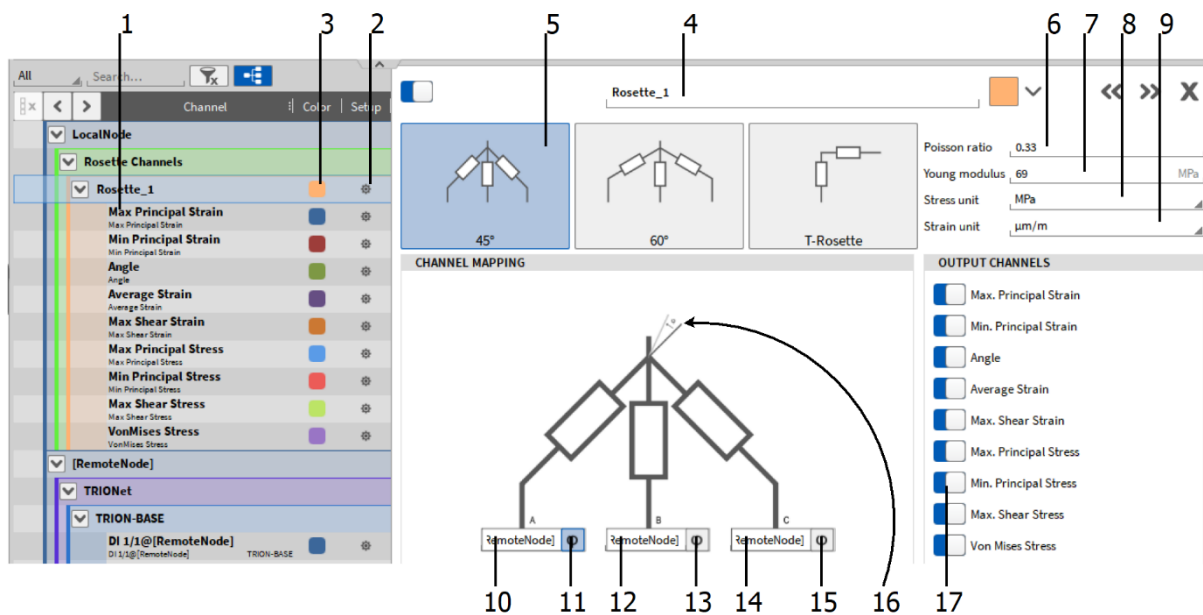
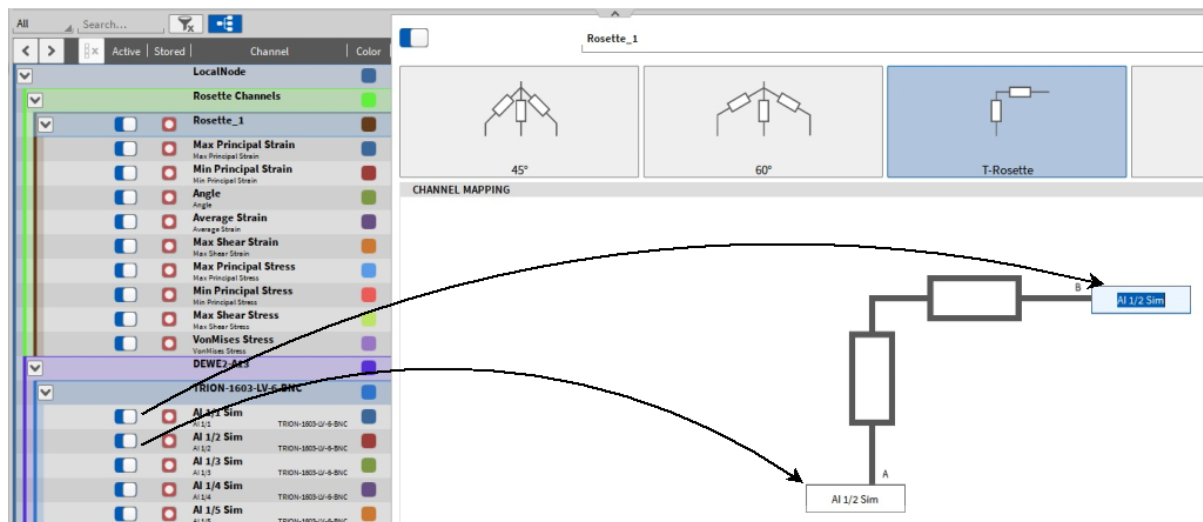

Abb. 7.110: Rosetten-Kanaleinstellungen – Übersicht
Abb. 7.112: Kanaluweisung in den Rosetten-Kanaleinstellungen
Um einen Rosetten-Kanal zu erstellen, klicken Sie auf den *Hinzufügen* Button im unteren linken Eck (rot markiert in Abb. 7.52) und wählen Sie Rosette (siehe Abb. 7.109). Nachdem *Hinzufügen* erneut geklickt wurde, wird ein Rosetten-Hauptkanal (*Rosette_1* in Abb. 7.110) mit Unterkanälen (*Max Principal strain* bis *VonMises Stress* in Abb. 7.110) der Kanalliste hinzugefügt. Ein Klick auf das Zahnrad des Rosetten-Hauptkanals öffnet die Rosetteneinstellungen, um Änderungen vorzunehmen (siehe Abb. 7.110).
Die Kanaluweisung kann auch im Nachhinein per Drag-and-Drop in den Kanaleinstellungen der Rosette gemacht werden (siehe ⑩ in Abb. 7.110), indem der gewünschte Kanal der Kanalliste in den gewünschten Eingangskanal der Rosetten-Berechnung gezogen wird (siehe Abb. 7.112).
Die Unterkanäle (siehe ⑪ in Abb. 7.110) der Rosetten-Berechnung haben Kanaleinstellungen, welche durch das Klicken des Zahnrades zugänglich gemacht werden können. Jedoch kann hier nur die Skalierung geändert werden.